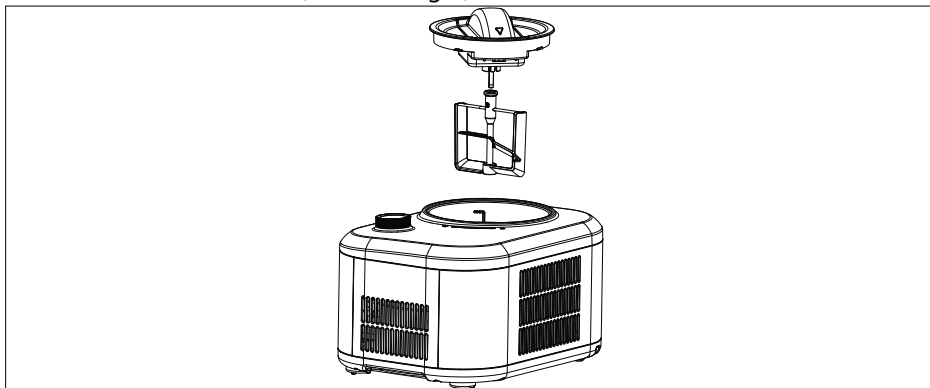

Fig. 7
- Inserire i componenti montati nella fase precedente nell'apparecchio o nella ciotola di raffreddamento (vedere la fig. 7).